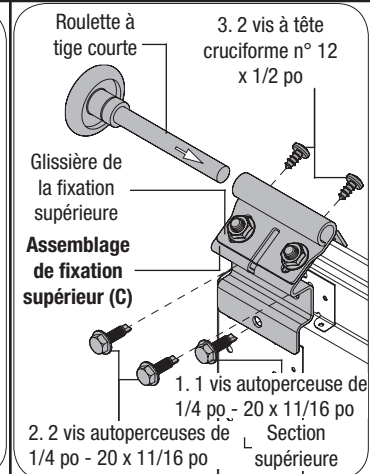

FIGURE 3.4
**POUR LA FIXATION SUPÉRIEURE POUR FAIBLE HAUTEUR LIBRE (C) OU (D)°:**
**REMARQUE**°: la fixation supérieure pour faible hauteur libre est livrée préalablement assemblée, comme illustré dans la **FIGURE 3.4** ou **3.5**.
Introduisez une roulette à tige courte dans la glissière de la fixation supérieure, comme illustré dans la **FIGURE 3.4**. Répétez la même procédure pour l'autre côté.